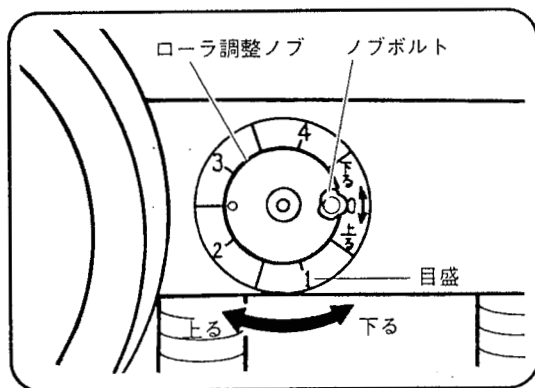
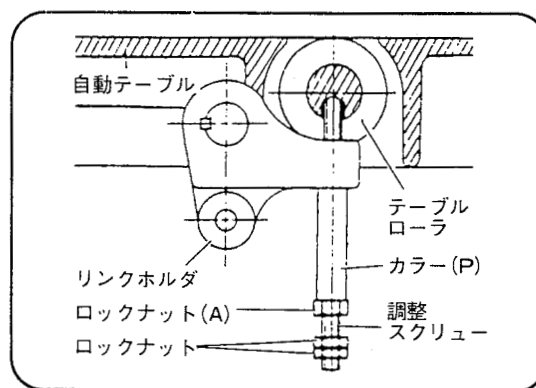

図 21
図 22
1. 自動テーブルのテーブルローラ（2本）は、ノブボルトをゆるめ、ローラ調整ノブを右（時計方向）へまわすと前後、同時に上がります。（図21）
3. 前後のテーブルローラの高さが不ぞろいの場合は、次の要領でテーブルローラの高さを合わせてください。（図21、図22）